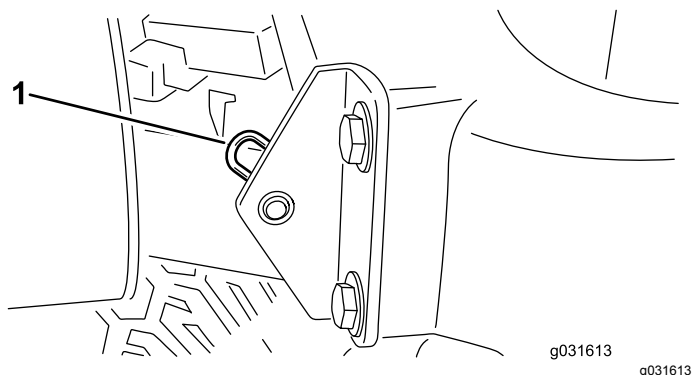

Figura 76
2. Togliete la coppiglia che fissa il perno del cofano alle staffe di montaggio (Figura 76).